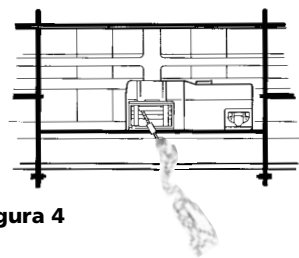

Figura 4
7. NUNCA USE EL CABRESTANTE CON MENOS DE 5 VUeltas de cable de alambre en el tambor, ya que es posible que el cable de alambre y su sujeción no resistan la carga completa. Siempre use la barra para manos cuando guíe el cable de alambre hacia adentro o afuera (ver la Figura 4).